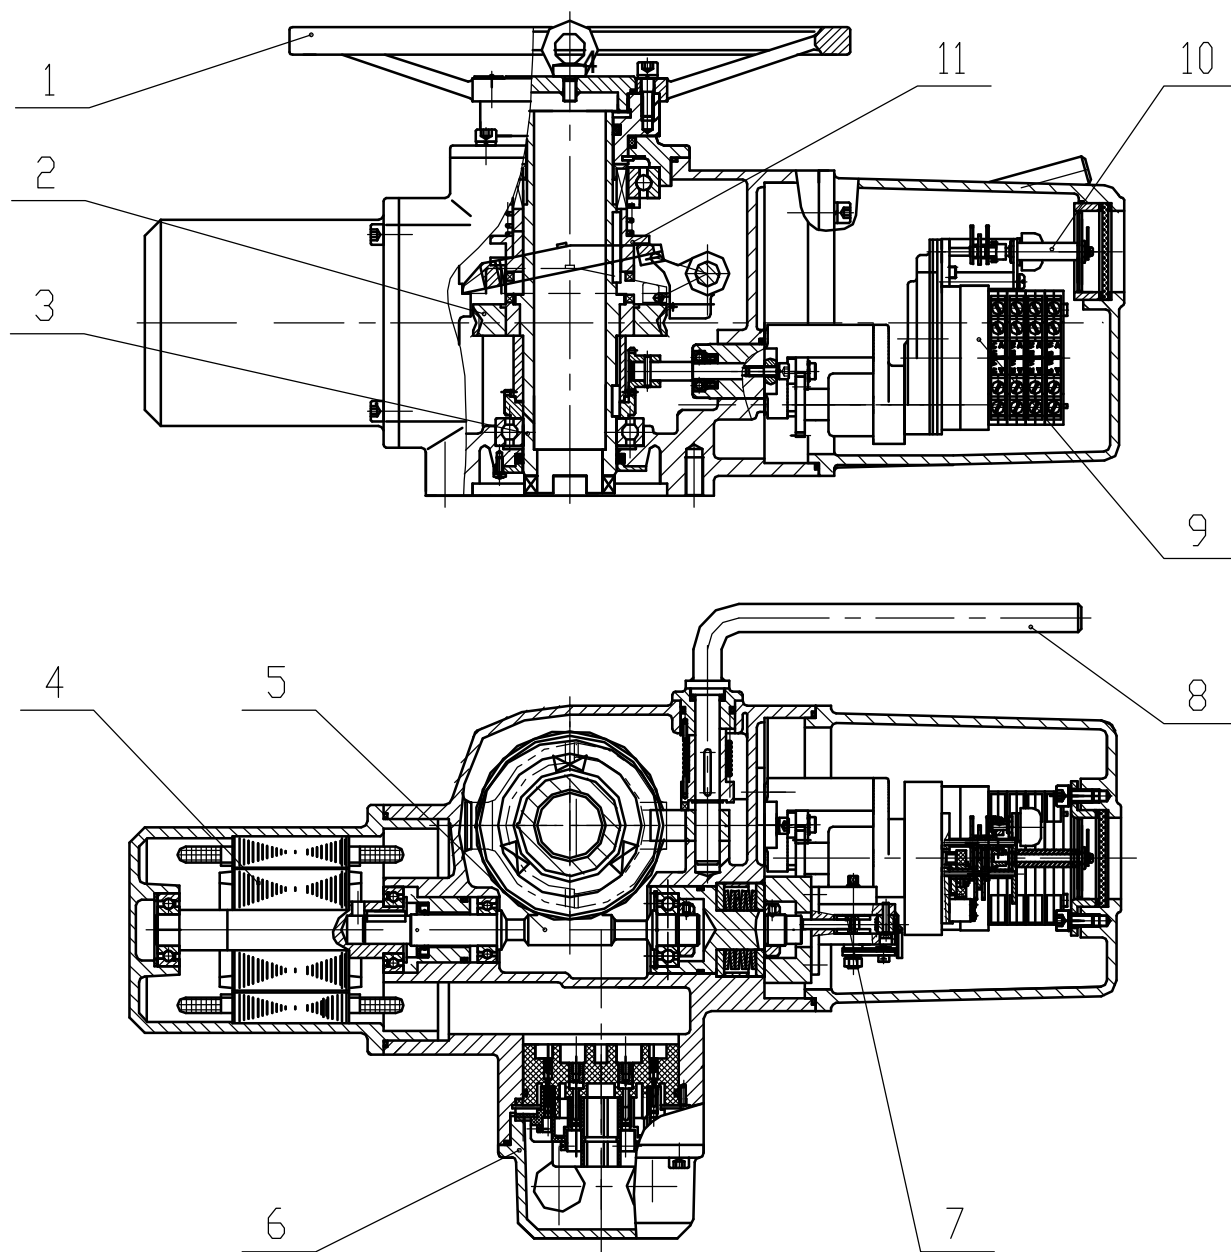

图 1 HZD2.5~HZD120 结构图
1. 输出转矩 $25\text{N}\cdot\text{m}\sim 1200\text{N}\cdot\text{m}$ ，为单级 1E 级电装，见图 1